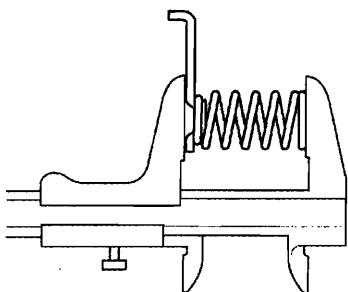

图 12-1-45
(52) 检查 2 号制动活塞回位弹簧分总成。如图 12-1-45 所示，用游标卡尺测量弹簧（连同弹簧座）的自由长度，标准自由长度为 17.45mm。